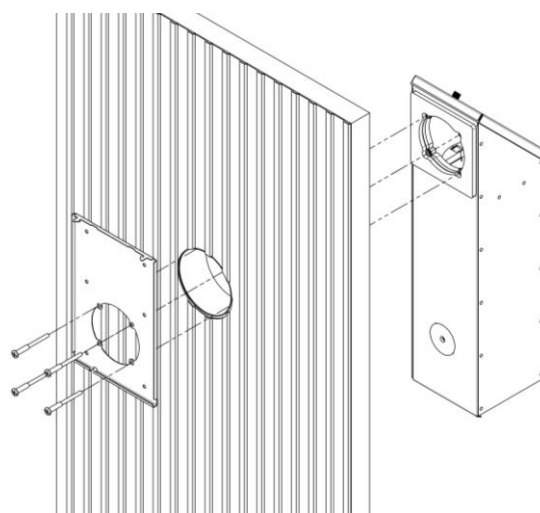

Рис. 16
6. Резьбовые втулки накрутите на шпильки и последовательно закрепите ими наружный блок. Рис. 16